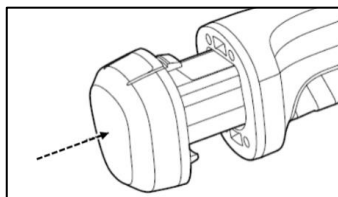

図 10
5. 充電完了後、充電器から充電電池を取り外し、プローブユニットに確実に挿入してください。(図 10)